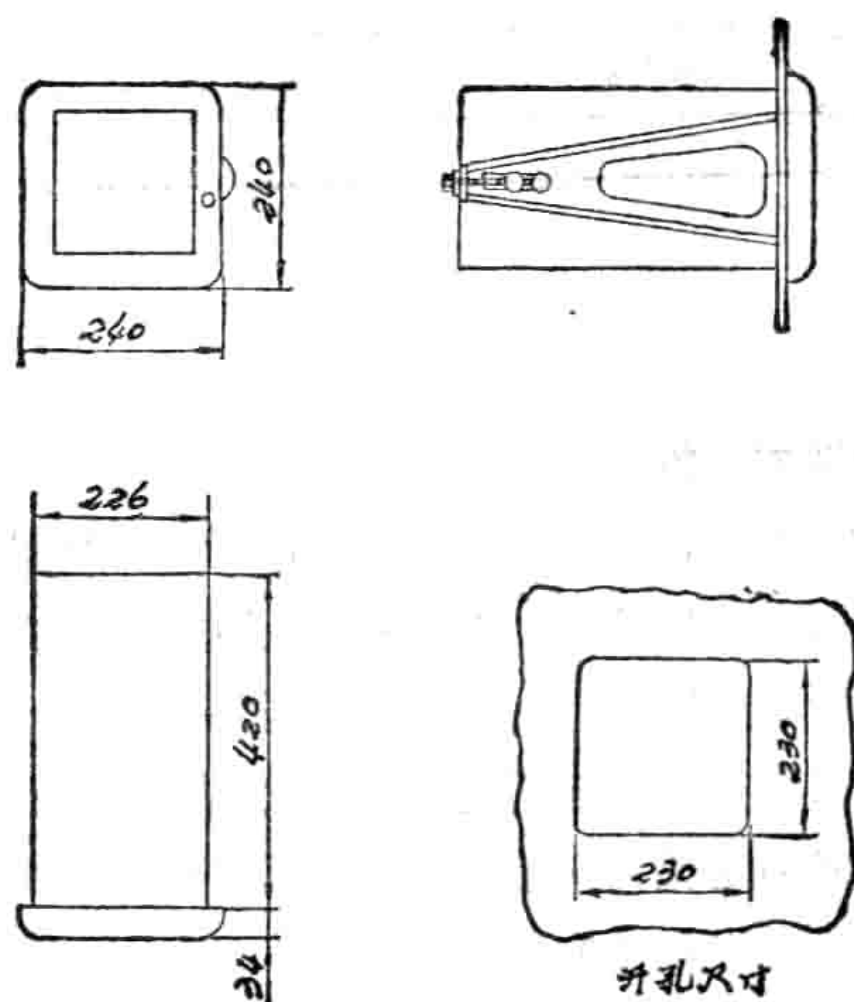

图3仪表的外形尺寸及安装图
11. 仪表外形尺寸见图3, 仪表正面尺寸为 240×240 毫米。